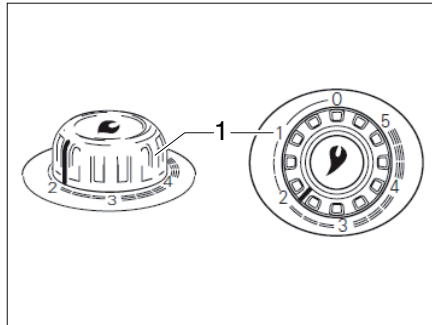

Fig. 103 Pomello girevole del riscaldamento ad aria calda
- Impostare il pomello girevole (Fig. 103,1) del riscaldamento sul valore desiderato e premere in basso fino all'arresto.
- Impostare il pomello girevole (Fig. 103,1) del riscaldamento sul valore desiderato e premere in basso fino all'arresto. Il dispositivo di accensione genera scintille. Si sentono dei clic ripetuti.
- Impostare il pomello girevole del riscaldamento (Fig. 103,1) su "0". In questo modo il dispositivo di accensione viene disinserito.
- ▷ Per ulteriori informazioni consultare il manuale d'uso separato "Truma S 3004 (P) / S 5004".